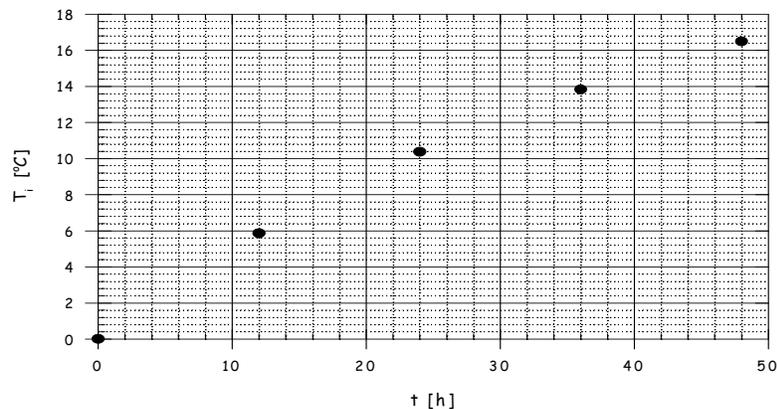

Figura 3
- b) Mientras se calienta el aire en la cabaña, mido con un termómetro la temperatura (T) del mismo y registro su valor en función del tiempo. Puedo observar que en realidad, el aire tarda más tiempo en alcanzar la temperatura deseada, que el calculado en el ítem anterior. Los datos registrados se presentan en la tabla 1 y en la Figura 3.
Para responder a esta pregunta **complete con sus cálculos la Tabla 2**. El tiempo t_{medio} es el punto medio del intervalo de tiempos entre dos mediciones sucesivas de temperatura. A su vez, T_{media} es el valor medio de la temperatura interior en el mismo intervalo de tiempo. Suponga que en cada intervalo de tiempo considerado la temperatura cambia linealmente con el tiempo. Esto es equivalente a unir con líneas rectas los puntos de la figura 3.